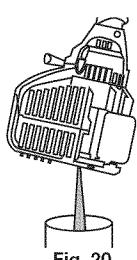

Fig. 20
- Vierta el aceite fuera del orificio de llenado de aceite en un recipiente inclinando la unidad hasta una posición vertical (Fig. 20). Deje suficiente tiempo como para completar el drenaje.